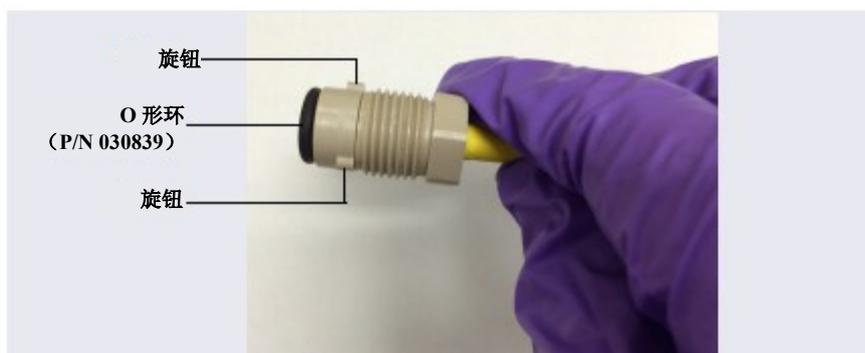

图 10-74. 带 O 形环的 PdH 参比电极
7. 将 O 形环（P/N 030839）安装在 PdH 参比电极的端部（见图 10-74）。